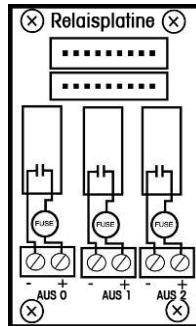

Abbildung 2.2 Relaiskontaktdiagramm.
- Jeder Relaisausgang verfügt über einen Klemmenblock mit zwei Anschlüssen. Abbildung 2.2 enthält das Relaiskontaktdiagramm.